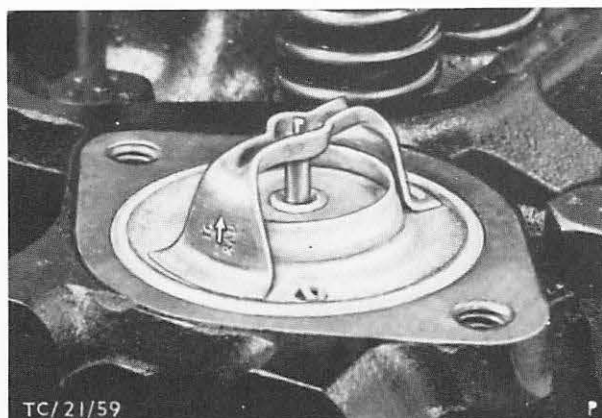

Abb. 182 Thermostat ausbauen
6. Wasserauslaßstutzen-Zylinderkopf abschrauben (2 Schrauben) und Thermostat herausnehmen. Abb. 182. Auspuffrohr von Auspuffkrümmer abschrauben (2 Muttern).